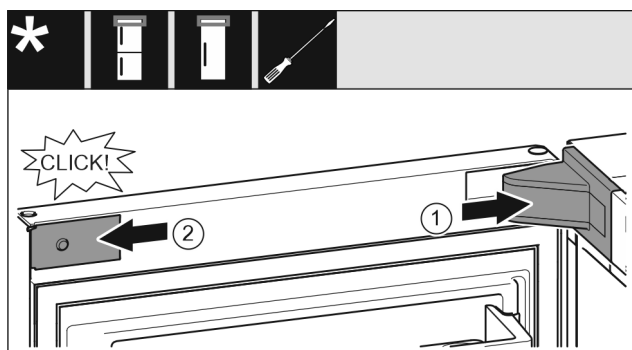

Fig. 19
- Poser et enclencher le cache du support de palier, l'introduire en appuyant délicatement. Fig. 19 (1)
- Mettre en place le cache latéralement et l'enclencher. Fig. 19 (2)